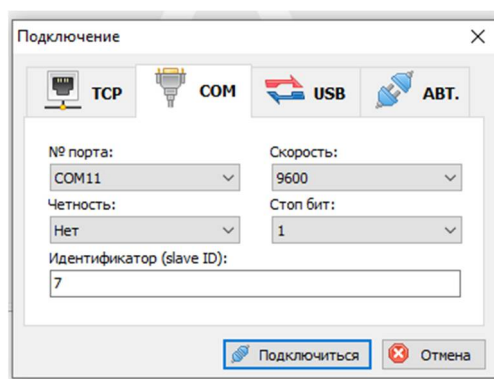

Рисунок 5 – Окно «Подключение».
Установка связи происходит при нажатии кнопки «Подключиться» . В появившемся окне (рисунок 5) необходимо выбрать тип подключения (COM), номер порта, четность (нет), адрес устройства, скорость подключения, стоп бит (1) и нажать кнопку «Подключить». Если связь установлена, появится вкладка, отображающая данные, поступающие с каналов дискретного ввода. На вкладке «Конфигурация» можно посмотреть текущие настройки модуля.